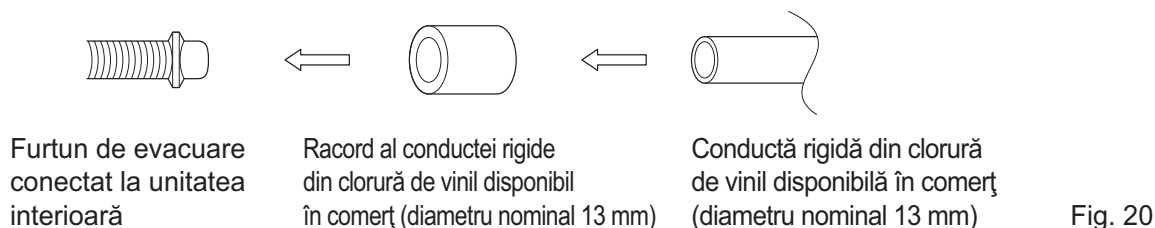

Fig. 20
- Când racordați direct o îmbinare din PVC rigid (diametru nominal 13 mm) la furtunul de evacuare racordat la unitatea interioară (de exemplu pentru tubulatura încastrată, etc.), utilizați o îmbinare din PVC rigid disponibil în comerț (diametru nominal 13 mm). (Consultați Fig. 20)